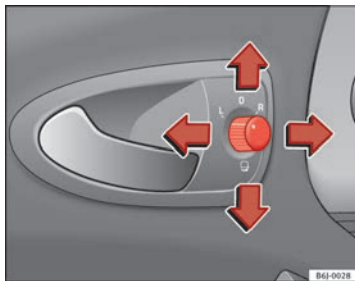

Abb. 67 Drehknopf für Außenspiegeleinstellung
1. Drehen Sie den Drehknopf ⇒ Abb. 67 zunächst in Stellung L (linker Außenspiegel).
- Drehen Sie den Drehknopf ⇒ Abb. 67 in Stellung ☐, um die Außenspiegel anzuklappen. Sie sollten die Außenspiegel immer anklappen, wenn Sie eine automatische Waschanlage durchfahren, um Beschädigungen zu vermeiden.